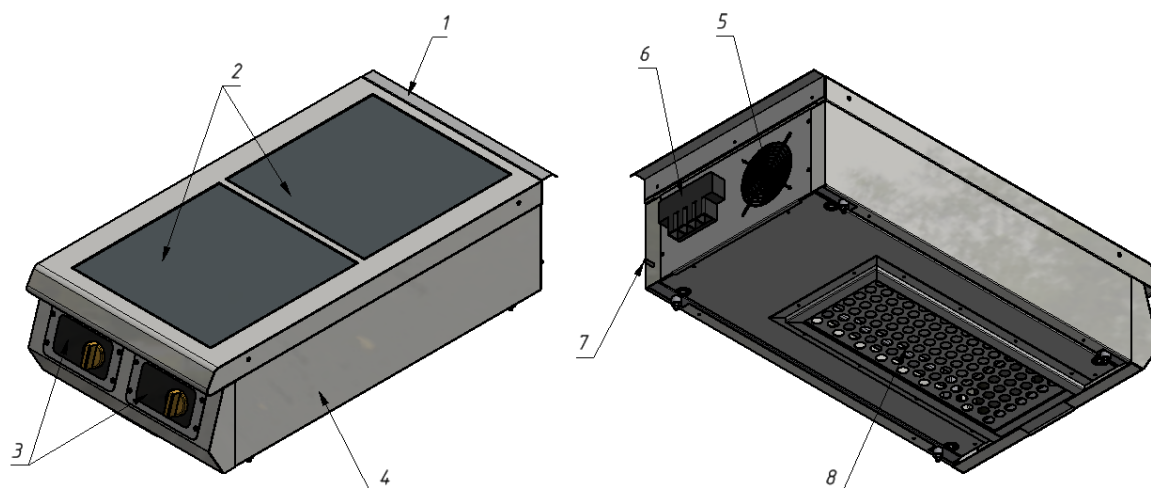

Рисунок 3 – Устройство плиты Ф2ИП/800
10.9. С помощью пылесоса удалите грязь из вентиляционных отверстий (рис.3, поз.5).
10.11. **ВНИМАНИЕ!** В нижней части плиты установлен съемный жировуловитель системы вентиляции (рис. 3, поз. 8). **Эксплуатация плиты без данного фильтра ЗАПРЕЩЕНА!** Необходимо регулярно осуществлять чистку жировуловителя через каждые 240 часов работы плиты. Чистить фильтр необходимо в посудомоечной машине или в горячей воде с использованием моющих средств, разлагающих жиры и масла. После мойки просушите фильтр и установите на место в нижней части плиты.